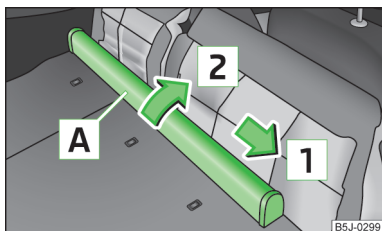

Fig. 56
- Fare scorrere l'alloggiamento della rete di separazione **A** » fig. 56 in direzione della freccia **1** ed estrarlo dall'alloggiamento nello schienale di destra in direzione della freccia **2**.